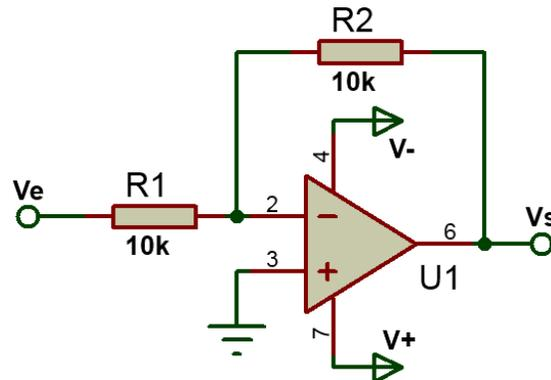

Figura 3.10. Circuito amplificador inversor.
1. Arme el circuito mostrado en la figura 3.10 polarizando el circuito con  $\pm 10V_{CD}$  en las terminales V+ y V-.
- Calibre el generador de funciones para obtener a su salida una señal de  $2 \sin 6283.18 t$  y conéctelo en el punto  $V_e$ , como se indica en la figura 3.10.
- Sustituya la resistencia  $R_2$  por una resistencia  $R_3=5.6k\Omega$  en el circuito de la figura 3.10 y observe y grafique las señales de entrada  $V_e$  y de salida  $V_s$  acotándolas correctamente.
- Anote sus comentarios acerca de la ganancia y la fase de las señales obtenidas del circuito de la figura 3.10 y como se ven afectadas al sustituir  $R_2$  por  $R_3$ .